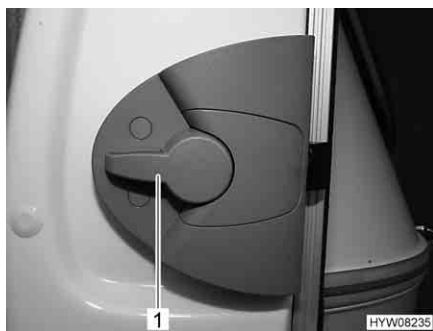

Fig. 12 Serratura della porta, porta di ingresso, lato interno
- Apertura:** ■ Premere la maniglia della porta (Fig. 12,1) verso il basso.
- Bloccaggio:** ■ Ruotare la maniglia della porta (Fig. 12,1) per circa 45° verso l'alto e lasciarla in questa posizione.